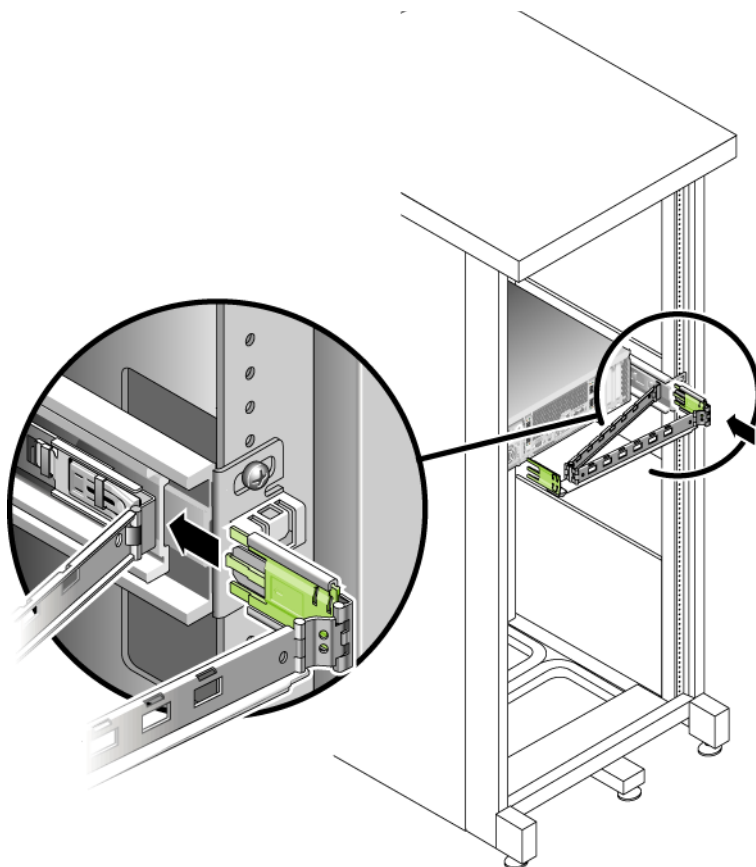

FIGURE 2-21 Fixation du connecteur CMA externe
3. Insérez la plus grande des extensions dans l'extrémité du rail coulissant droit (FIGURE 2-21).